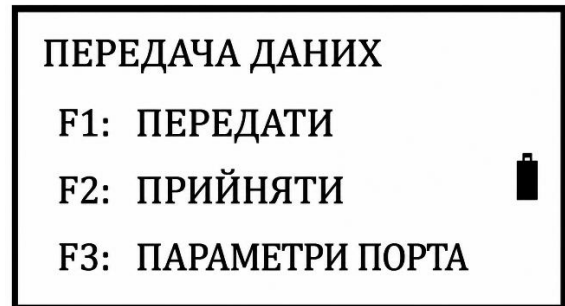

Рисунок 13.3 – Третя сторінка меню пам'яті
– увімкніть меню передачі даних натисканням клавіші F1 на 3-й сторінці меню пам'яті (рис. 13.3);